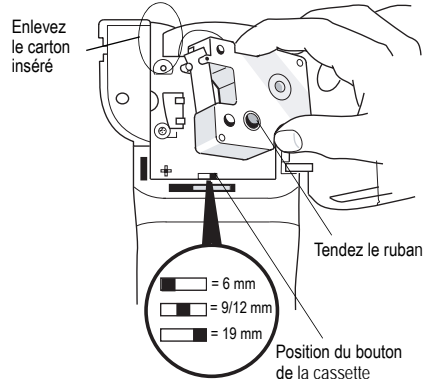

Figure 5
2. Positionnez le bouton de la cassette sur la taille de la cassette de ruban que vous insérez. Voir Figure 5.
⚠ Lors de la première utilisation de l'imprimante, enlevez le carton de protection qui se trouve entre la tête d'impression et le galet presseur. Voir Figure 5.